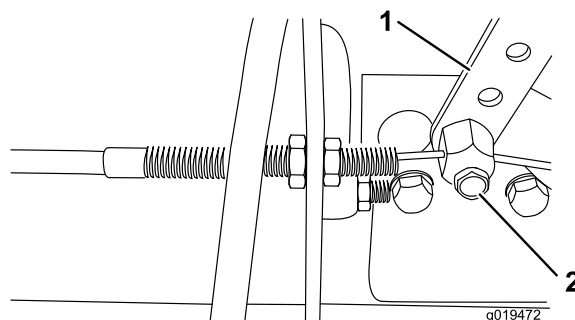

Figure 59
2. Desserrez la fixation du câble d'accélérateur sur le bras du levier de la pompe d'injection (Figure 59).